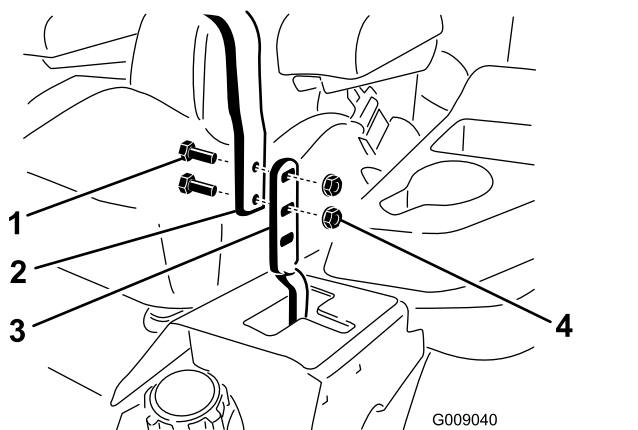

Bild 84
3. Lösen Sie die Schrauben und die Bundmuttern, die in den Hebeln installiert sind (Bild 84).
4. Fluchten Sie die Hebel in Längsrichtung aus. Bringen Sie die Hebel zuerst in der NEUTRAL-Stellung zusammen und schieben Sie die Hebel dann so lange, bis sie ausgefluchtet sind. Ziehen Sie dann die Schrauben an (Bild 84).